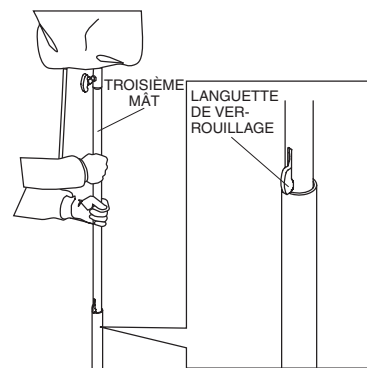

Figure 19. Soulever le troisième mât
2. Pour soulever le mât encore plus haut, soulever le troisième mât jusqu'à ce que la languette ressorte. La languette se reposera automatiquement sur le deuxième mât. Voir Figure 19.